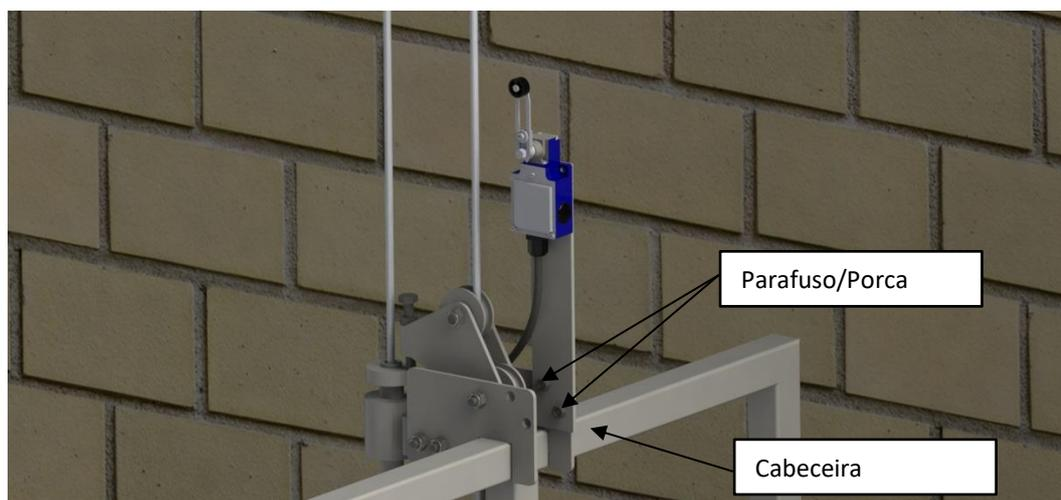

Figura 4
9. Instale os dois Fim de Curso, parafusando-os na parte superior das Cabeceiras (ver Figura 4).